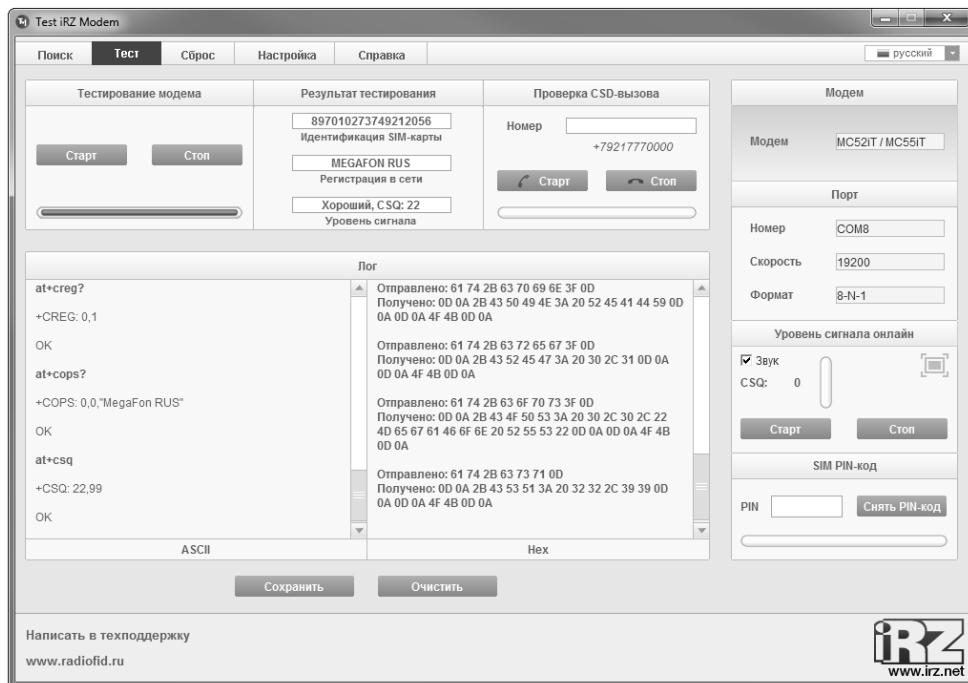

Рисунок 35 – Вкладка «Тест» окна программы «Test iRZ Modem»
3.6.4.6.2.4. Перейти во вкладку «Тест» (рисунок 35). В области «Тестирование модема» нажать кнопку «Старт». В случае успешного тестирования на экране появится окно с сообщением «Тестирование модема прошло успешно!». В области «Результат тестирования» отобразятся: